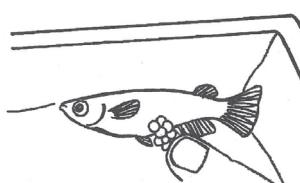

図3
- (3)網に残った卵やゴミを集めます。メダカの腹についた卵は、指先でとります（図3）。